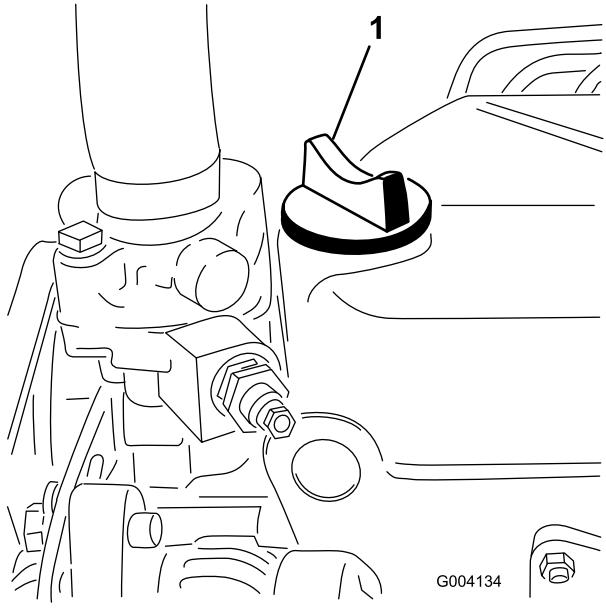

図 33
5. 不足している場合は、キャップ（図 33）を取り、Full 位置までオイルを補給する。